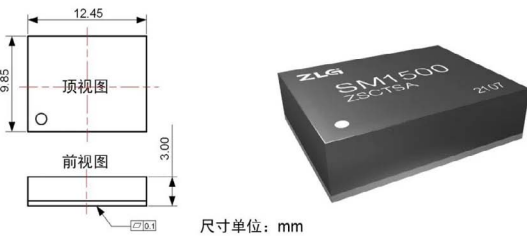

图2 SM1500芯片尺寸
- 4 款芯片全部采用 DFN 贴片封装，尺寸为 12.45*9.85*3.00mm，集成度高、物理尺寸小，适用于高密度 PCB 器件布局，如下图 2 所示。